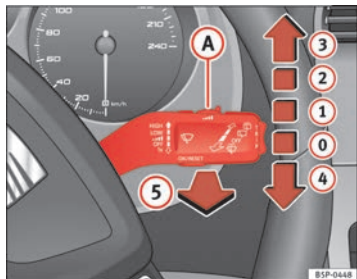

Abb. 85 Scheibenwischer- und Scheibenwischerhebel
Der Scheibenwischerhebel \Rightarrow Abb. 85 hat folgende Stellungen:
- Wenn bei eingeschalteter Wischerstufe **2** ⇒ Seite 129, Abb. 85 oder **3** das Fahrzeug anhält, wird automatisch auf die nächste Stufe heruntergeschaltet. Fährt das Fahrzeug wieder an, wird erneut auf die eingestellte Wischerstufe hochgeschaltet.